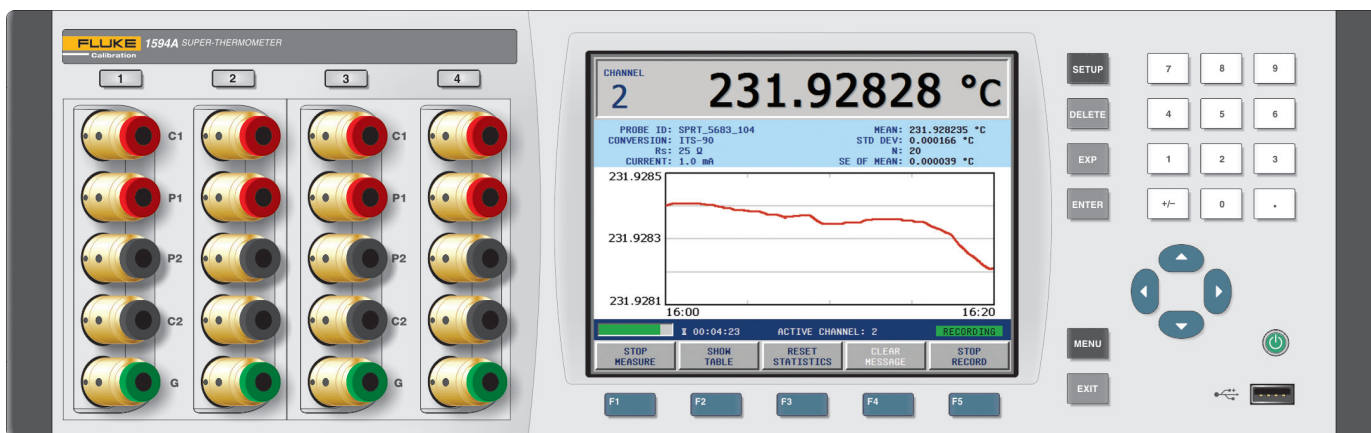

图 2 前视图
**注：**此端口不用于外部存储连接。通过USB获得外部存储参见第13页第4.2.2节USB连接和第13页图2。